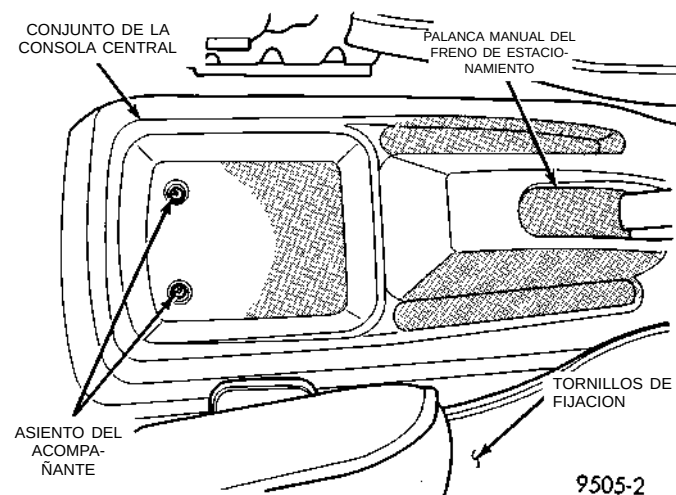
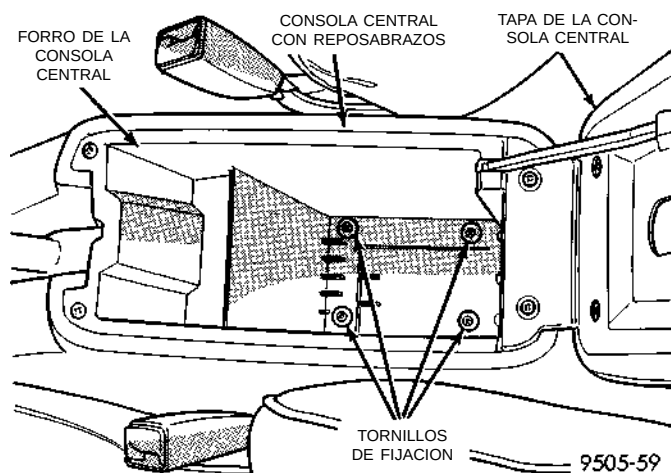
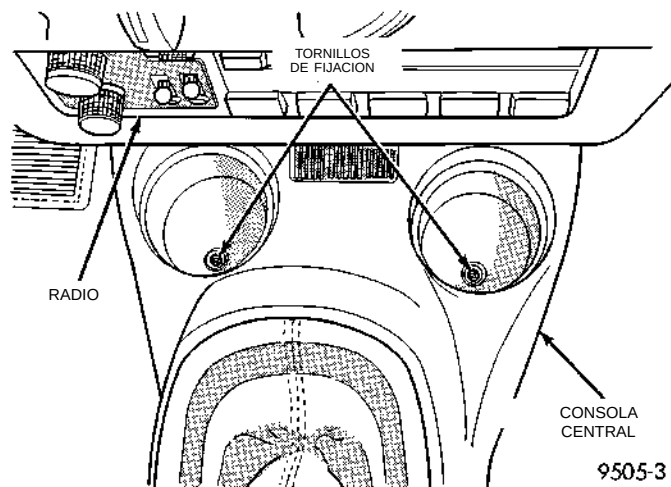

Fig. 18 Tornillos de fijación de la consola central con/sin reposabrazos
Fig. 19 Tornillos de fijación en la parte trasera de la consola central con reposabrazos
Fig. 20 Tornillos de fijación en la parte delantera de la consola central
(11) Instale el conjunto de la consola central.
(12) Instale los cuatro tornillos de fijación del conjunto de la consola central (Fig. 18), (Fig. 19) y (Fig. 20).
(13) Reemplace el pomo y el dispositivo de fijación del cambiador.
(14) No conecte el cable negativo de la batería. Consulte Diagnosis y prueba para informarse acerca de los procedimientos adecuados de prueba del sistema Airbag.